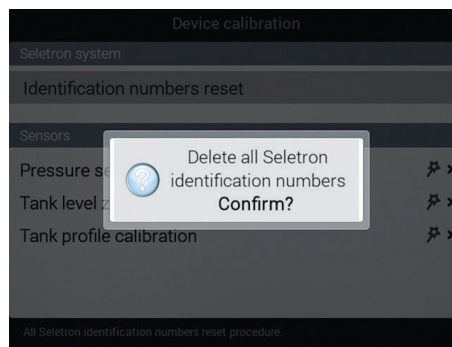

Fig. 116
- Meddelandet i Fig. 116 visas: bekräfta nollställningen genom att trycka på **OK** igen.